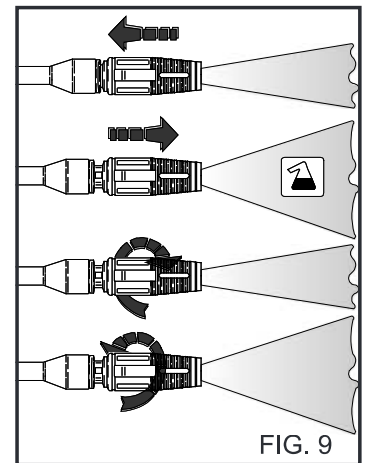

FIG. 9
**USO DE LA BOQUILLA REGULABLE MULTIREG (Fig. 9).**